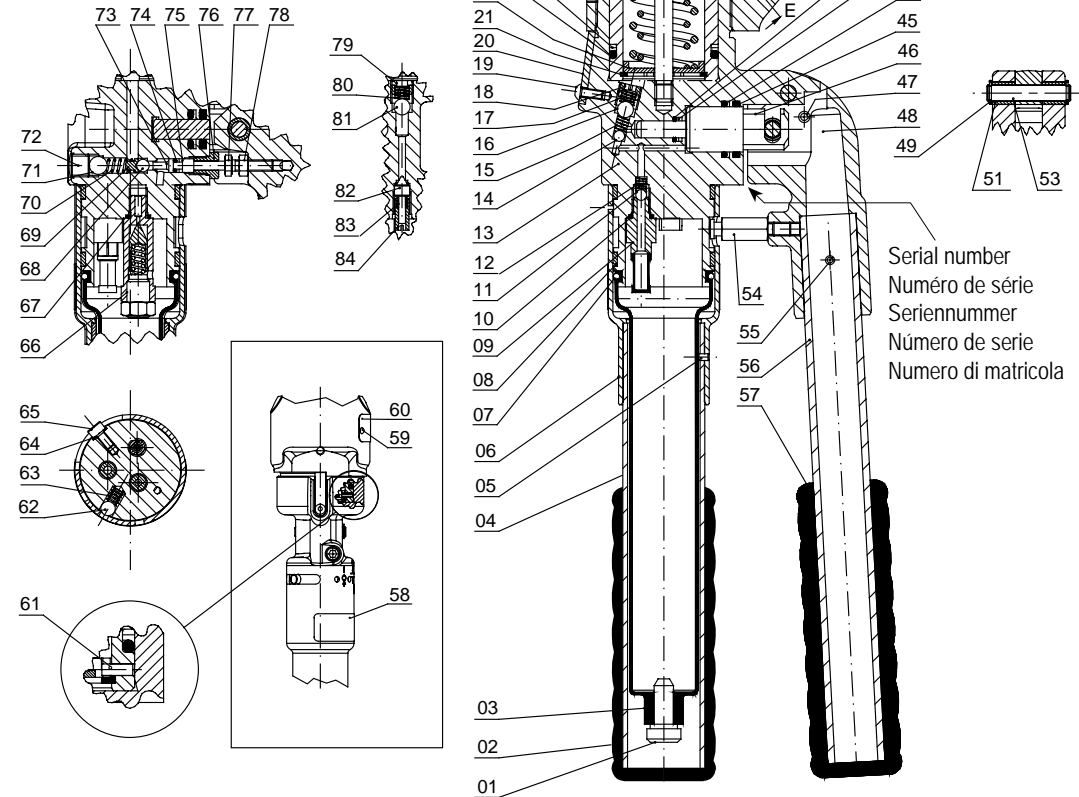

FIG. 5 LONGITUDINAL SECTION
5. LISTA DEI COMPONENTI (Rif. a Fig. 5)